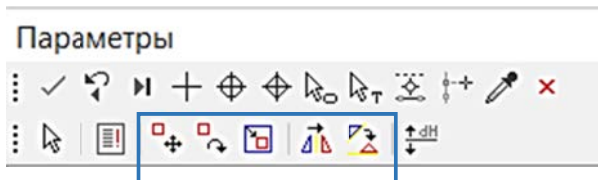
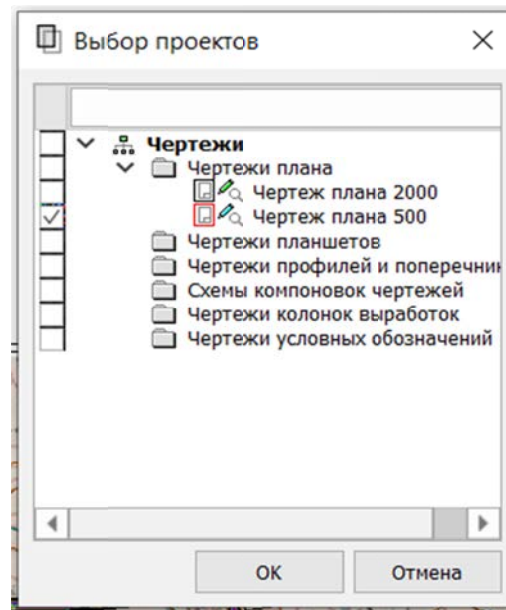

Рис. 6.15. Команды преобразования координат
Рис. 6.14. Выбор проектов для преобразования координат
11. Затем в открывшемся диалоге **Выбор проектов** необходимо указать, для какого проекта будет выполняться преобразование координат (рис. 6.14) и с помощью команд на локальной панели **Параметры** выполнить преобразование данных выбранного проекта (рис. 6.15). Режим курсора при работе с командами выбирается в каждом отдельном случае индивидуально.